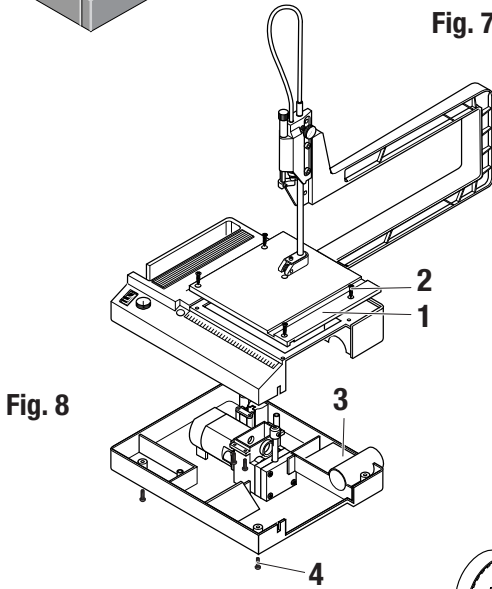

Fig. 8
3. Estrarre le viti **2** (Fig. 8) del piano di lavoro **1**.